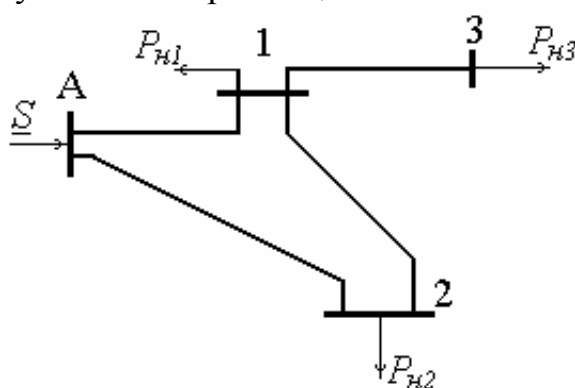

Рис. 58. Схема сети к задаче 36
**Задача 36.** Для схемы сети, изображенной на рис. 58, определить мощность, поступающую в сеть от источника с учетом потерь мощности в линиях.